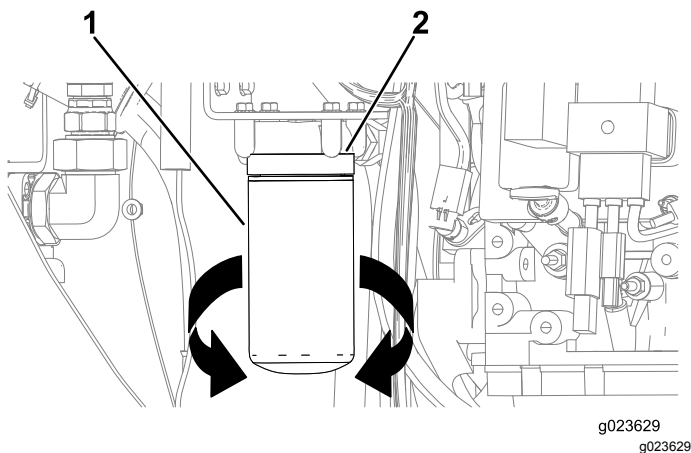

**Bild 93**
3. Stellen Sie eine Auffangwanne oder legen Sie mehrere Lappen unter den Ölfilter und den Ölfilteradapter (Bild 93).
4. Drehen Sie den Ölfilter nach links und nehmen Sie ihn ab (Bild 93).
8. Fluchten Sie den Ölfilter auf dem Ölfilteradapter aus und drehen Sie den Filter nach rechts, bis die Dichtung des Ölfilters den Ölfilteradapter berührt (Bild 93).
9. Ziehen Sie den Ölfilter mit der Hand um eine weitere halbe Umdrehung an (Bild 93).